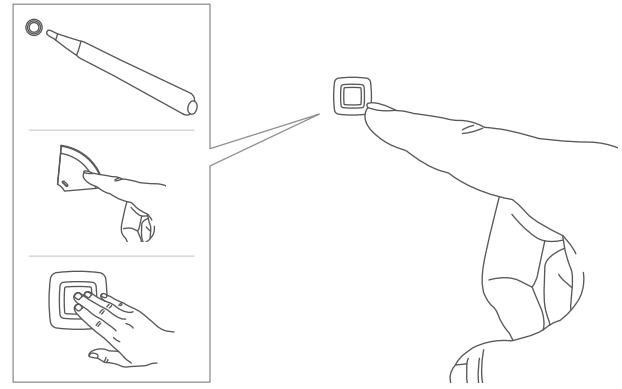

Abbildung 2
- Halten Sie die Systemtaste für 4 s gedrückt Abb. 2 und legen Sie gleichzeitig die Batterie ein. Achten Sie dabei auf die korrekte Polaritätsmarkierung.